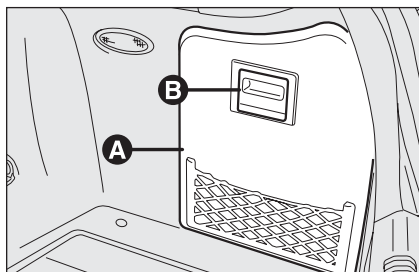

fig. 46
- aprire lo sportello laterale destro (per versioni/mercati, dove previsto) **A-fig. 46** agendo sulla maniglia **B**;